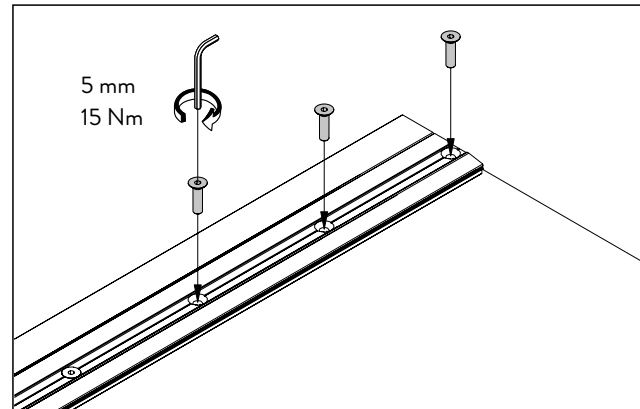

Abb. 20 Die Schrauben der Türschiene anziehen
8. Die Schrauben anziehen, sodass die obere Türschiene fest auf dem Glas klemmt (Abb. 20).
3. Die Schrauben anziehen, sodass die obere Türschiene fest auf dem Glas klemmt (Abb. 20).